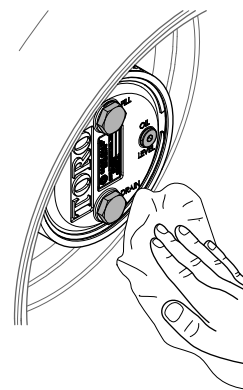

Figura 142
- tergeți carcasele mecanismului planetar și frânelor (Figura 142).